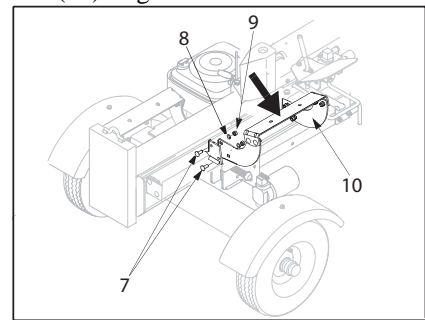

Fig.8
- Sur le côté de la vanne de commande, dévissez la béquille (10). Figure 8